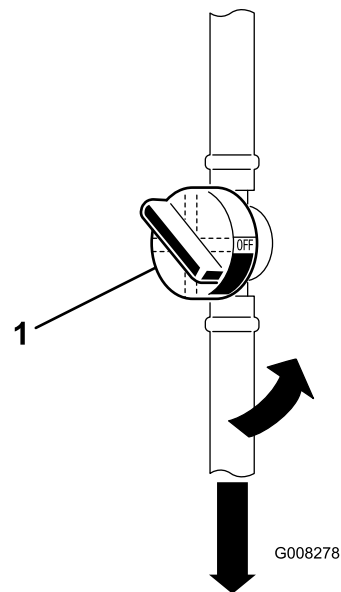

Figura 29
5. Cierre la válvula de cierre de combustible (Figura 29).
7. Apriete los extremos de las abrazaderas y deslícelas por el tubo alejándolas del filtro de combustible usado (Figura 29).